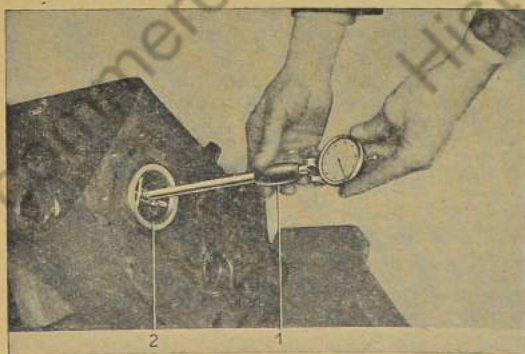
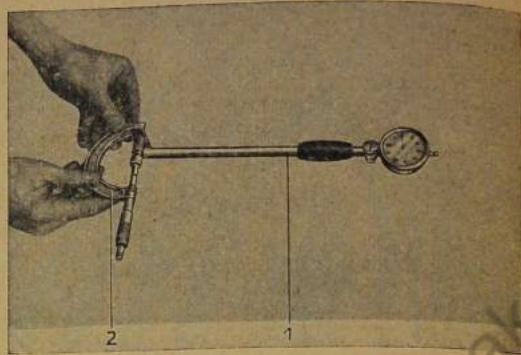

Bild 100: Durchmesser der vorgeriebenen Lager messen
Bild 101: Endgültiges Aufreibmaß für die Lager feststellen
12. Mit Zylindermeßuhr (100/1) den Durchmesser der vorgeriebenen Lager ermitteln (Bild 100). Nach den bereits ermittelten Durchmesser der Kurbelwellenlagerzapfen das endgültige Aufreibmaß für die Lagerschalen feststellen (Bild 101), unter Berücksichtigung der Toleranz lt. Tabelle.